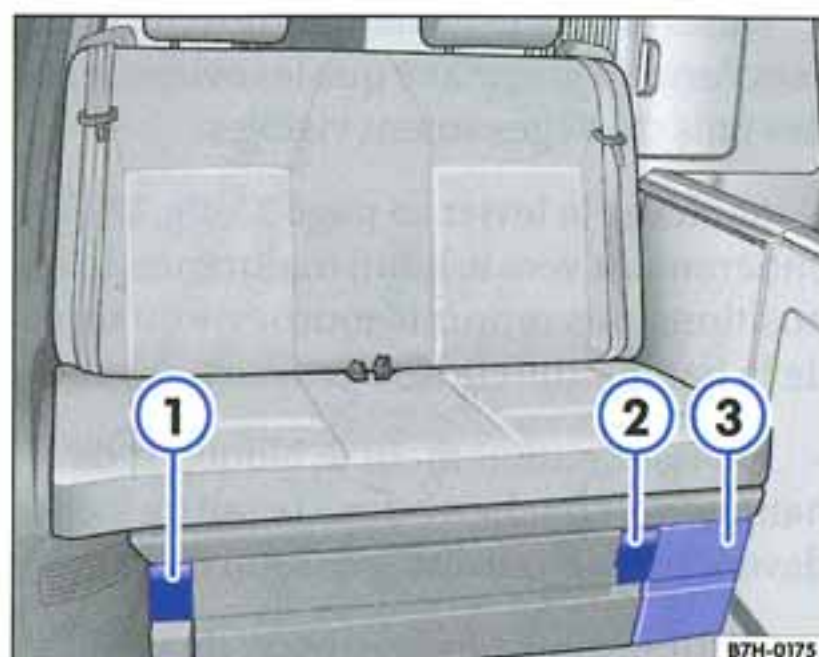

Fig. 17 Éléments de commande de la banquette/couquette
- Soulevez le levier ⇒ **fig. 17** ① entièrement vers le haut.
- Soulevez le levier ⇒ page 33, fig. 17 ① entièrement vers le haut, maintenez-le en position, puis retirez le tournevis du trou de la banquette/couchette.
taines circonstances, coulisser toute seule dès que vous manœuvrez le levier ⇒ page 33, fig. 17 ① – risque de blessures !